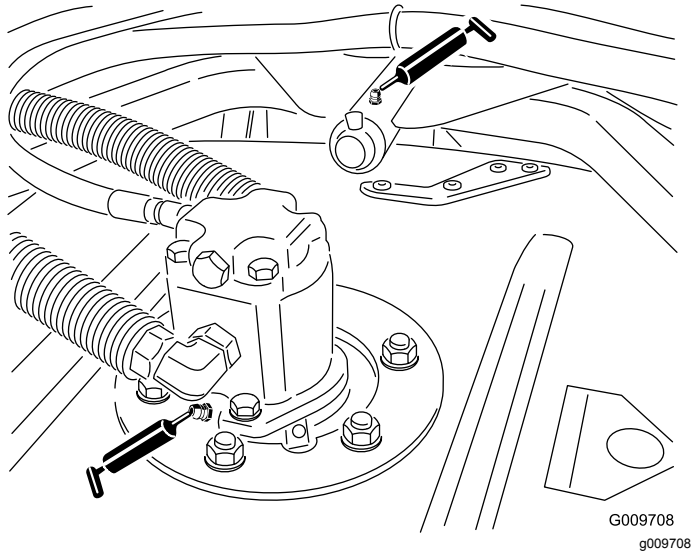

図 79
- ^{図 79}に示す、スピンドルシャフトのベアリングカッティングユニット 1 台に 2ヶ所
- ^{図 79}に示す、刈り込みデッキのキャリアアームのブッシュカッティングユニット 1 台に 1ヶ所